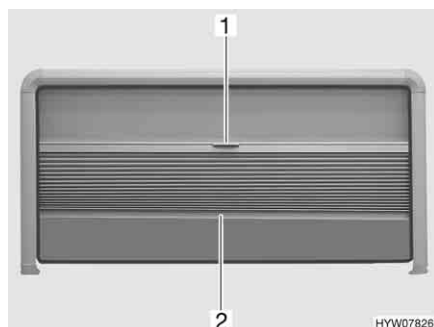

Fig. 61 Tendina oscurante pieghevole e zanzariera a rullo (finestra apribile)
- Afferrare la tendina oscurante pieghevole al centro dell'asta di chiusura (Fig. 61,2) e tirare delicatamente verso il basso.
- Tenere la parte centrale dell'asta di chiusura (Fig. 61,2) della tendina oscurante pieghevole e spingere quest'ultima verso l'alto con cautela.
- Tirare la zanzariera a rullo verso il basso utilizzando la maniglia (Fig. 61,1).
- Spingere la zanzariera a rullo completamente verso l'alto utilizzando la maniglia (Fig. 61,1).